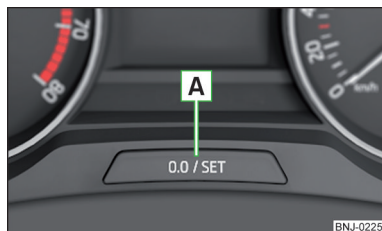

Fig. 26
➤ Tryk på knappen **A** » Fig. 26 på side 30.
- Tryk på knappen **A** » Fig. 26, og hold den inde, indtil menupunktet **Klokkeslæt** bliver vist i displayet.